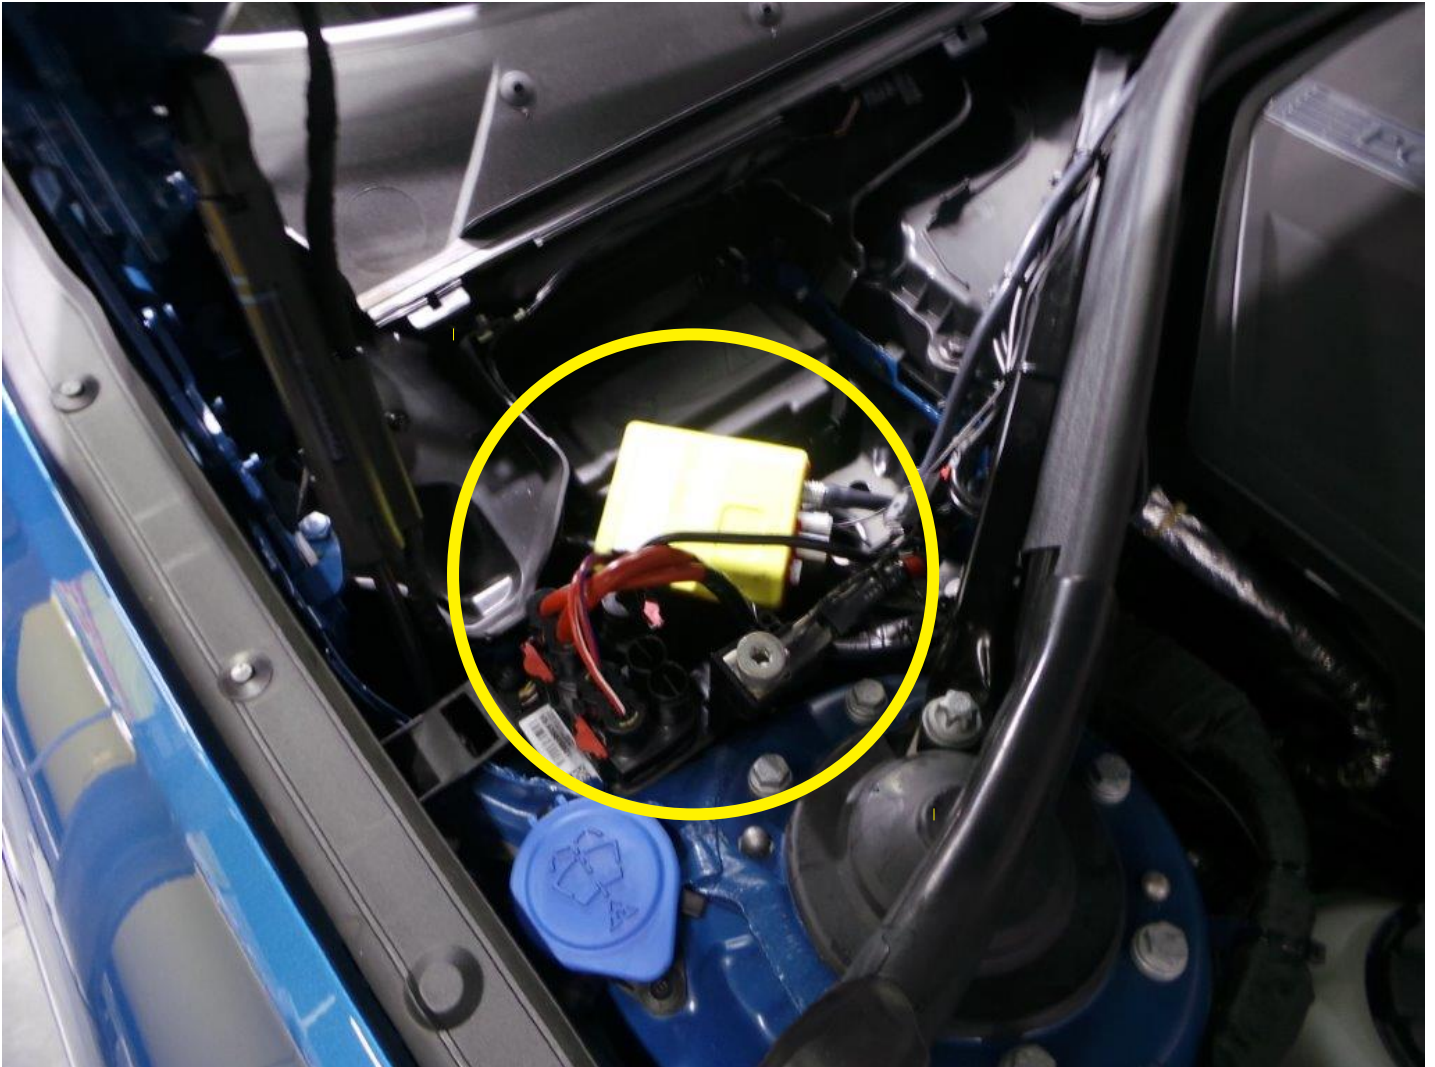

Abb.14-16: Insatllation der Steuerung
5. Installation der Steuerung. s.Abb.14-16 Installation of the control unit. s.pic.14-16